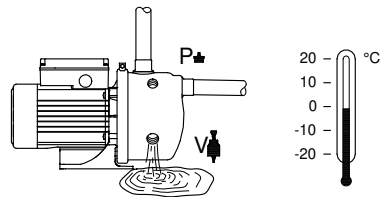

Abb. 8 Entleeren der Pumpe
Zum Entleeren der Pumpe sind der Stopfen (P) und der Stopfen (V) bzw. das Ejektorventil (V) herauszudrehen. Siehe Abb. 8.